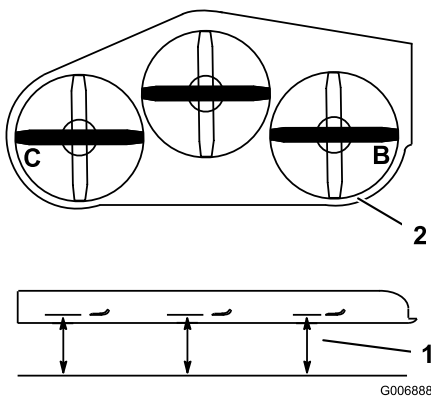

Figura 60
- Disponete la lama destra in posizione longitudinale rispetto alla macchina (Figura 60).
- Misurate la lama destra al punto **B** da una superficie pianeeggiante fino al tagliente della punta della lama (Figura 60).
- Disponete la lama sinistra in posizione longitudinale rispetto alla macchina (Figura 60).
- Misurate la lama sinistra al punto **C** (Figura 60), da una superficie piana fino al tagliente della punta della lama.